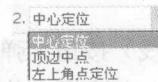

图2-6 立即菜单2
(1) 长度和宽度：按给定的长度和宽度绘制矩形。选择该选项时，立即菜单2如图2-6所示，包括以下3个选项。